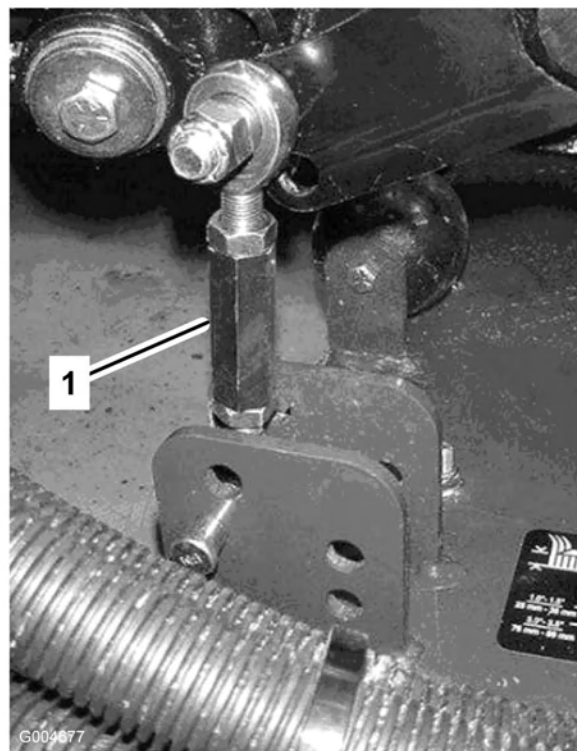
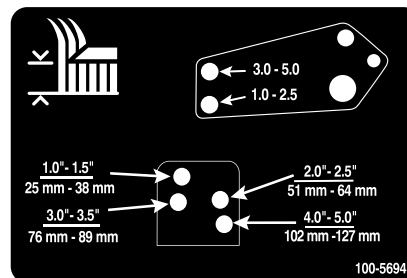

Bild 22
Bild 23
8. Entfernen Sie die Splints und Lastösenbolzen, mit denen die Stoßdämpferverbindungen an den Mähwerkbügeln befestigt sind (Bild 22). Fluchten Sie die Stoßdämpferverbindungs Löcher mit den ausgewählten Löchern im Schnitthöheneinstellbügel am Mähwerkrahmen ab (Bild 23), stecken die Lastösenbolzen ein und bringen die Splinte an.